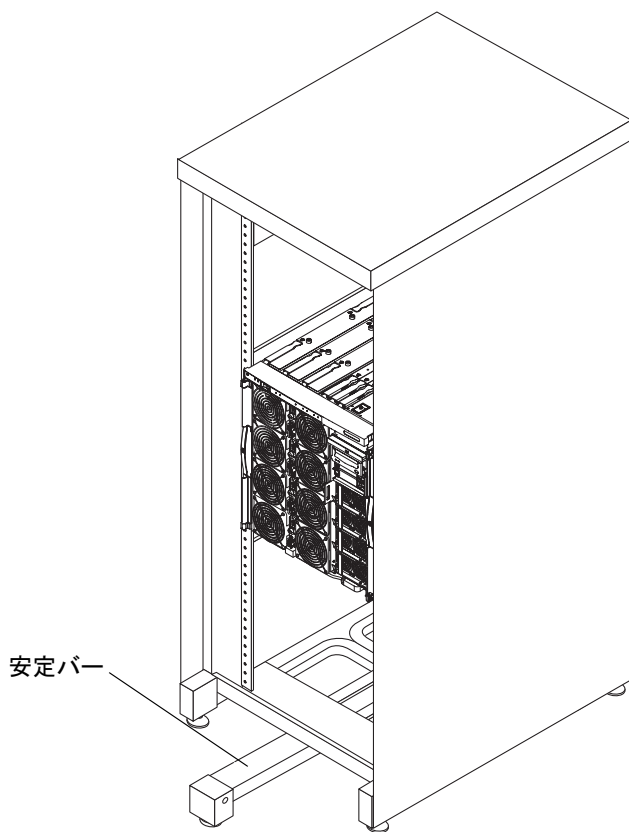

図 3-1 安定バーを伸ばした状態の Sun Rack 900 システムキャビネット
2. システムキャビネットの安定バーを伸ばして固定します (図 3-1)。
2. システムキャビネットの安定バーが伸びた状態で固定されていることを確認します (図 3-1)。
6. システムキャビネットの安定バーを元に戻します (図 3-1)。
3. 新しいキャビネットの安定バーを伸ばし、適切な位置で固定します (図 3-1)。
11. キャビネットの安定バーを元に戻します (図 3-1)。